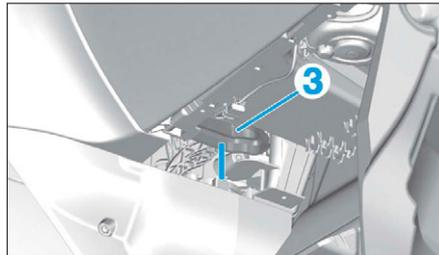

FIG. 42
- Tirer le conduit d'air (3) vers le bas (Fig.42).